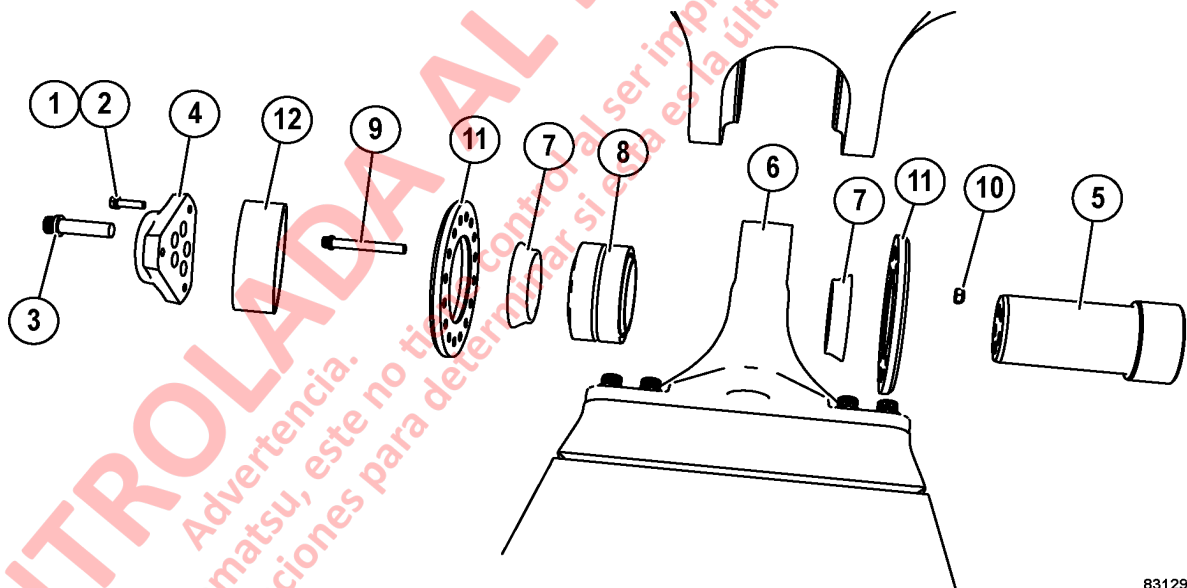

FIGURA 4-1. INSTALACIÓN DEL PASADOR PIVOTE
9. Retire los tres tornillos (1, Figura 4-1) y las arandelas de seguridad (2).
10. Retire los cinco tornillos (3) y la placa de bloqueo (4).
11. Utilice los orificios roscados en la cabeza del pasador pivote (5) para instalar un extractor y desmonte el pasador (5).
1. Retire los tornillos (9, Figura 4-1) y las tuercas de seguridad (10).
2. Retire los retenedores del rodamiento (11).
3. Prepare una herramienta apropiada para presionar rótula (9) y sacarla del anillo pivote.
1. Prepare una herramienta apropiada para instalar la rótula (9, figura 4-1) a presión dentro del anillo pivote (6) y asegúrese de que ésta esté centrada e instalada adecuadamente, para que así pueda lubricarse adecuadamente.
2. Instale los retenedores del rodamiento (11) con los tornillos (9) y las tuercas de seguridad (10) al torque estándar.